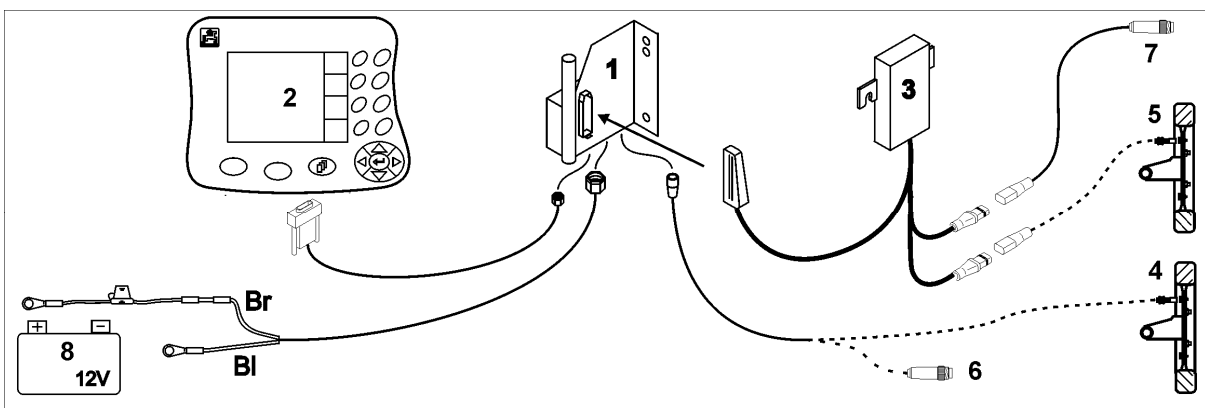

Fig. 1
- **Traktorgrundausrüstung (Fig. 1/1):**
- **Bedienterminal **AMATRON+** (Fig. 1/2):**
- **Maschinenrechner (Fig. 1/3):**
- **Radsensor (Fig. 1/4 oder 5)**
- **Signalkabel für Traktor-Signalsteckdose (Fig. 1/6):**
- **Arbeitsstellungssensor (Fig. 1/7):**
- **Batterieanschluss (Fig. 1/8):**